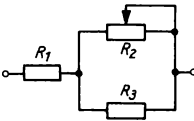

Bild 64
- 7.17** ☐ In der Schaltung nach Bild 64 kann der veränderliche Widerstand R_2 von 0 bis 30Ω stufenlos eingestellt werden. Berechnen Sie, in welchen Grenzen der Ersatzwiderstand liegt, wenn die beiden anderen Widerstände die Werte $R_1 = 10 \Omega$ und $R_3 = 20 \Omega$ haben.